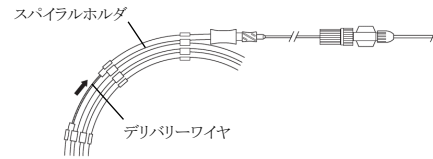

図 2
- ③ 白色のセーフティクリップを取り外し、塞栓用コイルが完全にカテーテル内に装填されるようにデリバリーワイヤを少なくとも 30cm ほどカテーテル内に進める（図 2）。